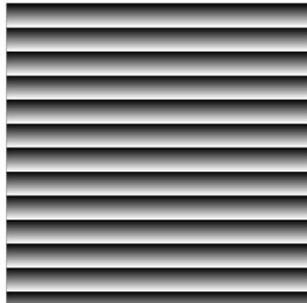

图 5-11
- 垂直灰度渐变: 如图 5-11 所示, 预览为垂直方向的静止灰度渐变图;